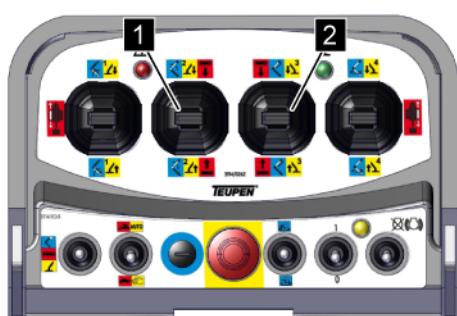

Abb. 150: Steuerhebel Höhenverstellung
4. → Mit den Steuerhebeln (Abb. 150/1 und 2) das Kettenfahrwerk gemäß nachfolgender Tabelle bedienen.